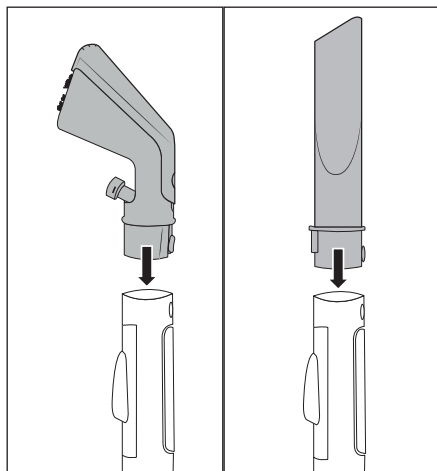

Fig. 3
- ◆ Introduceți duza pentru tapiterie 22 sau duza pentru rosturi 25 în furtunul de pulverizare/aspirare 19 până când tasta de blocare 25/42 se blochează (a se vedea fig. 3).